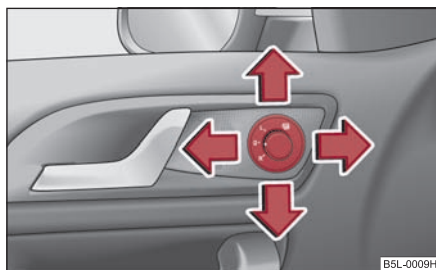

Fig. 74 Parte interior de la puerta: Botón giratorio
- Gire el botón hasta la posición  ⇒ fig. 74.
Si el botón giratorio se encuentra en la posición  ⇒ fig. 74 y se acopla la marcha atrás, la superficie del espejo retrovisor se abatirá un poco hacia abajo. De ese modo, es posible ver el bordillo durante el aparcamiento.